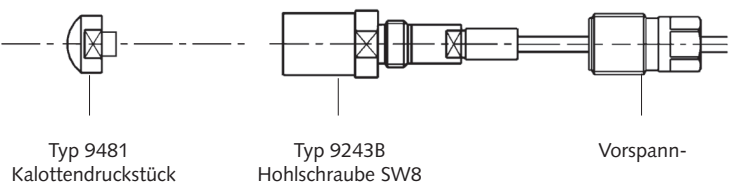

Bild 4: Einbau des Längsmessdübels Typ 9243B mit Kalottendruckstück
- Einbau und vorsichtiges Vorspannen des Sensors mit Hilfe der im mitgelieferten Zubehör enthaltenen Vorspann-Hohlschraube M10x1 mit SW8 mit einem geeigneten Sechskant-Steckschlüssel (z.B. Typ 1385B200) auf den vorgeschriebenen Wert von 40.000 pC (≈ 16 kN) gemäss Bild 4.